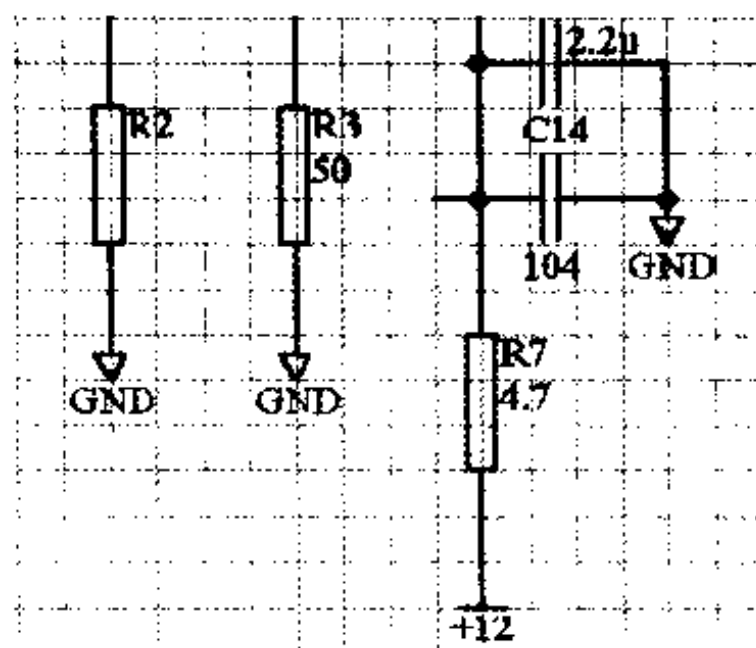

图 2-45 调整符号的方向后放置在图纸中
(4) 按照第(2)步的方法,在图纸中的其他位置放置接地符号。
(5) 在工具栏中单击  按钮,再次选择电源符号,此时选中的符号粘在十字光标上,在键盘上按 Space 键,使粘在十字光标上的电源符号改变方向。调整好符号的方向后,将十字光标移动到图纸的适当位置单击,将符号放置在图纸中,得到如图 2-45 所示的效果。